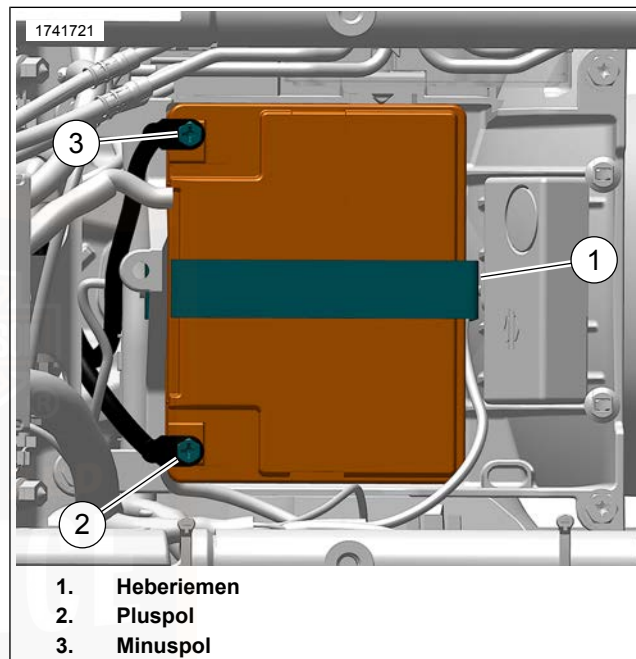

Abbildung 118. Batteriefach
10. Siehe Abbildung 118 . Beide Batteriepolsschrauben (2, 3) lösen, den Minuspol der Batterie zuerst.
11. Den Batterieheberriemen (1) nach oben ziehen, um die Batterie anzuheben. Wenn die Batterie weit genug angehoben wurde, um sie gut fassen zu können, Batterie greifen und komplett ausbauen.
3. Siehe Abbildung 118 . Die Batterie mit der Kontaktseite nach vorne in die Batteriegrundplatte einsetzen.